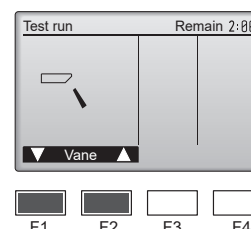

Fig. 7-6
- ① Compruebe la paleta automática con los botones [F1] [F2]. (Fig. 7-6)
- ② Pulse el botón [RETURN] para volver a "Test run" (Modo prueba).
- ③ Pulse el botón [ON/OFF].